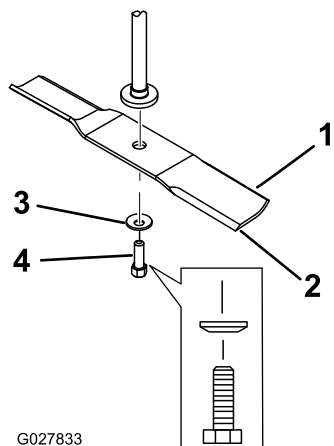

Figura 52
2. Retire del eje el perno de la cuchilla, la arandela curva y la cuchilla (Figura 52).
1. Instale la cuchilla en el eje (Figura 52).
2. Instale la arandela curva (con la copa hacia la cuchilla) y el perno de la cuchilla (Figura 52).